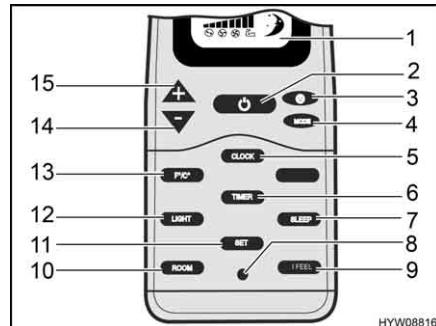
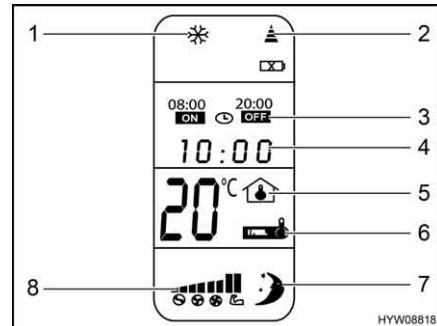
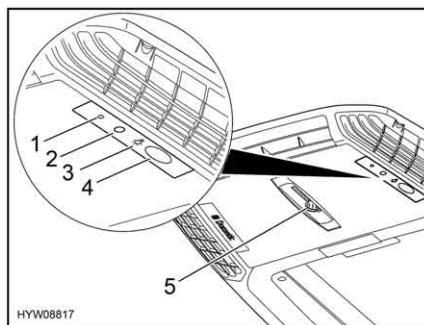

Fig. 54 Telecomando
Fig. 55 Display digitale
Fig. 56 Unità a soffitto
- Premere il tasto On/Off (Fig. 56,2) sull'unità a soffitto. Una pressione breve inserisce la modalità standby, una pressione lunga inserisce l'impianto di climatizzazione.
- Se l'impianto di climatizzazione è in modalità standby: Premere il tasto On/Off (Fig. 54,2) sul telecomando.
- Premere il tasto On/Off (Fig. 54,2) sul telecomando. L'impianto di climatizzazione passa in modalità standby.
- Premere il tasto On/Off (Fig. 56,2) sull'unità a soffitto. L'impianto di climatizzazione è disinserito.
Il diodo luminoso (LED) (Fig. 56,1) sull'unità a soffitto (Fig. 56) indica lo stato di funzionamento dell'impianto di climatizzazione:
Accensione/spegnimento delle lampade:	<ul style="list-style-type: none"> <li>■ Premere brevemente il tasto illuminazione (Fig. 56,3).</li> </ul>
Regolazione flusso d'aria:	<ul style="list-style-type: none"> <li>■ Regolare la lamella sulla bocchetta di uscita aria anteriore dell'unità a soffitto nella posizione desiderata.</li> <li>■ Ruotare la manopola sul regolatore a scorrimento (Fig. 56,5) in senso antiorario. Il regolatore a scorrimento per la distribuzione dell'aria è sganciato.</li> <li>■ Spingere il regolatore a scorrimento in avanti o indietro nella posizione desiderata. Il lato verso il quale viene spinto il regolatore a scorrimento si chiude.</li> <li>■ Stringere la manopola in senso orario.</li> </ul>
Invio diretto dell'impostazione:	<ul style="list-style-type: none"> <li>■ Puntare il trasmettitore a infrarossi del telecomando verso il ricevitore a infrarossi (Fig. 56,4) sull'unità a soffitto.</li> <li>■ Premere il tasto desiderato. L'impostazione viene applicata direttamente e confermata dall'emissione di un segnale acustico.</li> </ul>
Invio cumulativo di impostazioni:	<ul style="list-style-type: none"> <li>■ Distogliere il trasmettitore a infrarossi del telecomando dall'unità a soffitto.</li> <li>■ Inserire le impostazioni desiderate.</li> <li>■ Puntare il trasmettitore a infrarossi del telecomando verso il ricevitore a infrarossi (Fig. 56,4) sull'unità a soffitto.</li> <li>■ Premere il tasto invio (Fig. 54,11) sull'unità a soffitto. Le impostazioni vengono trasmesse tutte insieme all'impianto di climatizzazione e la ricezione è confermata dall'emissione di un segnale acustico.</li> </ul>
Impostazione dell'ora:	<ul style="list-style-type: none"> <li>■ Premere il tasto ora (Fig. 54,5) finché l'indicazione dell'ora (Fig. 55,4) lampeggiava.</li> <li>■ Impostare l'ora attuale con i tasti "+" (Fig. 54,15) e "-" (Fig. 54,14).</li> <li>■ Premere il tasto invio. L'ora è memorizzata.</li> </ul>